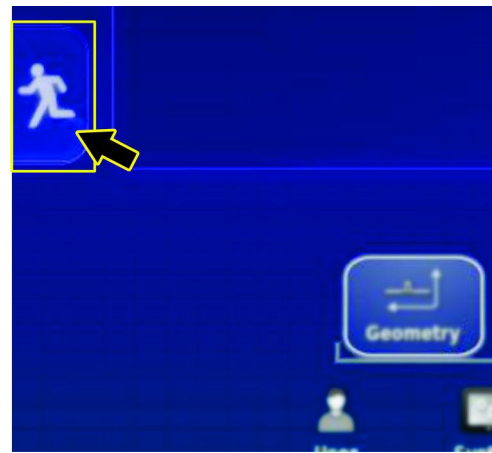

Bild 196
3. Tippen Sie auf das Symbol EINRICHTEN BEENDEN (Bild 196).